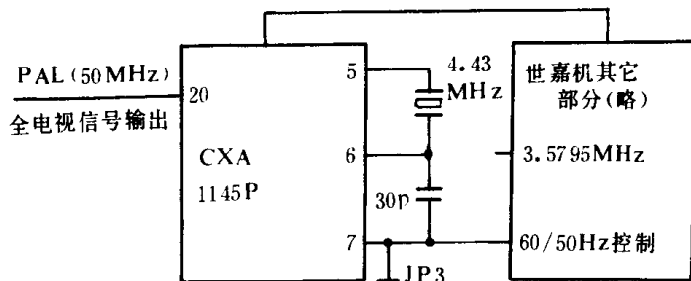
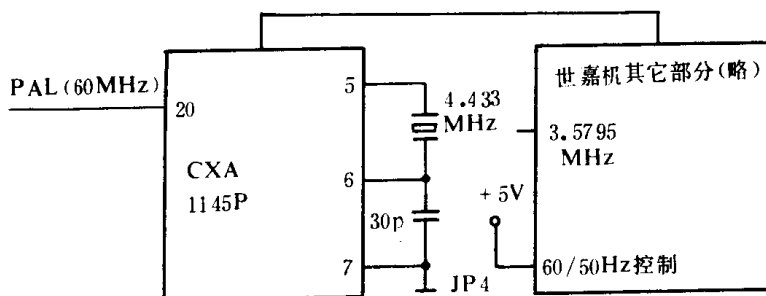

图 8.5.2 输出标准 PAL(50MHz)制彩色全电视信号简图
图 8.5.3 输出标准 PAL(60MHz)制彩色全电视信号简图
这类世嘉机可以进行两种改制:图 8.5.2 为输出标准 PAL(50MHz)制彩色全电视信号简图;图 8.5.3 为从②脚输出 PAL(60MHz)制彩色全电视信号简图。根据以上更改后,可以从 CXA1145P②脚取出全电视 PAL 信号,从④脚取出伴音信号,再加上 PAL-D 制射频调制器后